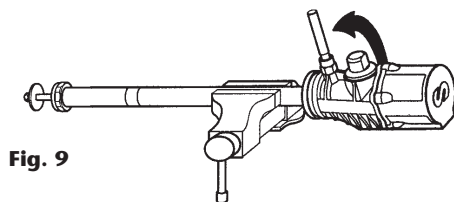

Fig. 9
3. Séparer le corps du moteur d'air du tube d'aspiration à l'aide d'une tige filetée (voir fig. 9) et desserrer jusqu'à atteindre la butée. Dès lors, l'écrou prolongateur devrait être visible.